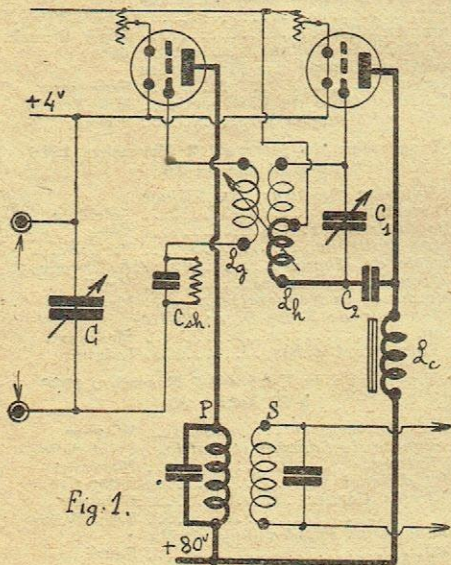

Fig. 1.
Nous donnons ci-contre (figure 1) un schéma dû à M. LEMOUZY et étudié dans le but :
La figure 2 donne un exemple complet d'utilisation du dispositif dont il vient d'être question. En suivant de gauche à droite, l'on trouve successivement la lampe détectrice (HF) la lampe hétérodyne, un étage MF à self sivi d'une détectrice et de deux BF à transformateurs. Dans ce schéma le Tesla MF de la figure 1 est remplacé par un montage à auto-transformateur ou autre système d'accord réglable dans le but de pouvoir accorder la moyenne fréquence dans une limite comprise par exemple entre 1.000 et 3.000 mètres, et pouvoir de cette façon recevoir les grandes ondes en direct en éteignant simplement l'hétérodyne, de cette façon l'audition est un peu plus intense et dans le cas de fonctionnement en super il est possible de déplacer la valeur de la moyenne fréquence au cas où une émission locale ou harmonique d'une grande station se trouverait sur ce système.
Nous espérons que nombreux seront les amateurs qui essayeront le montage représenté figure 1 devant leur appareil habituellement utilisé pour la réception (il faut que ce dernier ait au moins un étage HF devant la lampe détectrice) et nous serons heureux de connaître leurs résultats lesquels pensons nous seront très intéressants.
800 m) ou sur une λ INFÉRIEURE si la λ à recevoir est grande (600 à 3.000 mètres). La figure 1 illustre le dispositif utilisé, la pre-